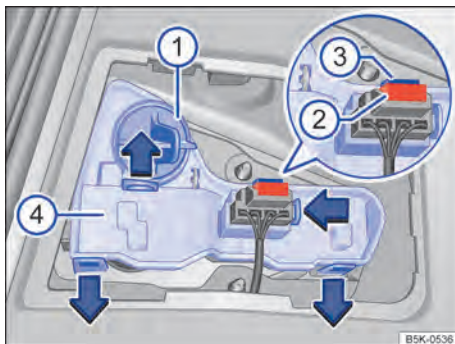

Fig. 222 Na tampa do compartimento de bagagem: remover o suporte da lâmpada.
4.	Girar o suporte da lâmpada ⇒ Fig. 222 ① até o batente no sentido anti-horário e retirar com a lâmpada incandescente para trás.
5.	Substituir a lâmpada incandescente queimada por uma lâmpada incandescente nova do mesmo modelo. Encaixar o suporte da lâmpada ① e girar no sentido horário até o batente.
6.	Retirar o fusível ②. Pressionar o bloqueio ③ do conector e retirá-lo.
7.	Destruar as linguetas do suporte da lâmpada ④ no sentido da seta e remover o suporte da lâmpada.